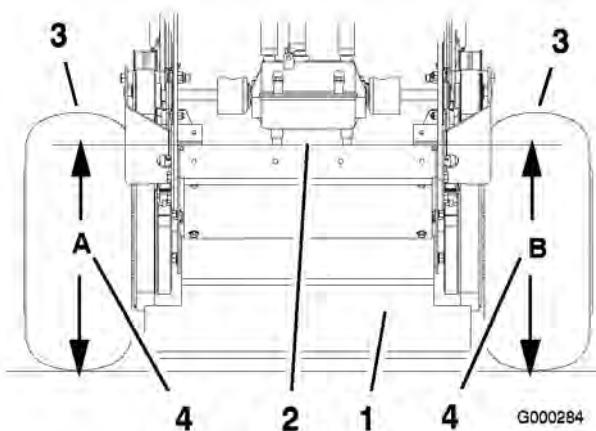

Figure 73
5. Mesurez la hauteur du plancher moteur au point **B** (Figure 73).
4. Mesurez la hauteur du plancher moteur au point **A** (Figure 73).